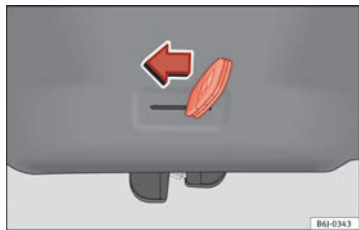

Fig. 64 Portón trasero: apertura de emergencia.
- Introduzca el espadín de la llave en la ranura y desbloquee el sistema de cierre, dirigiendo la llave de derecha a izquierda, tal como indica la flecha ⇒ fig. 64.